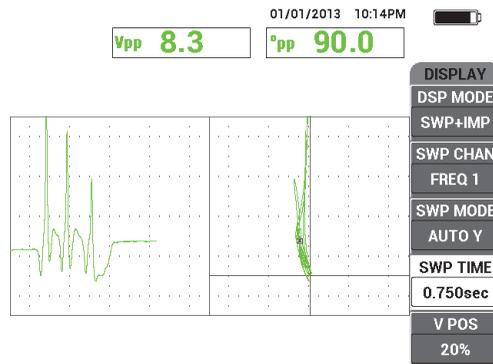

Figura 5-37 La visualizzazione predefinita dell'ampiezza massima del segnale e dell'angolo del segnale
3. Confermare che il valore dell'ampiezza massima del segnale e dell'angolo del segnale sono visualizzati per impostazione predefinita, come illustrato nella Figura 5-37 a pagina 162. Per maggiori informazioni sul tipo o la posizione della lettura sulla schermata del diagramma d'impedenza, riferirsi alla sezione "Visualizzazione delle letture in tempo reale" a pagina 65.